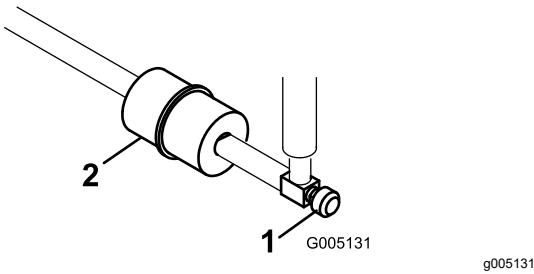

図 44
インラインタイプの燃料フィルタが、燃料タンクとキャブレタの間に設置してあります図 44。
1. 燃料バルブを閉じる図 44。
2. フィルタの下に回収容器を置き、フィルタのキャブレタ側のホースクランプをゆるめて燃料ラインからフィルタを外す(図 44)。
3. もう一方のホースクランプをゆるめてフィルタを取り出す図 44。